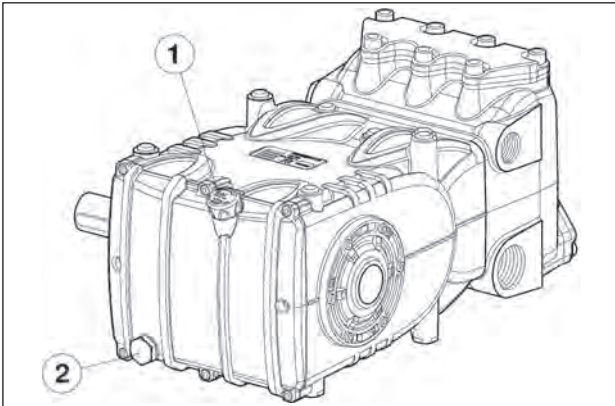

Abb. 1
Vor den Reparaturarbeiten an der Mechanik muss zunächst das Öl aus dem Kurbelgehäuse abgelassen werden. Zum Ablassen des Öls müssen entfernt werden: der Ölmesstab Pos. ① und anschließend den Verschluss Pos. ②, Abb. 1.